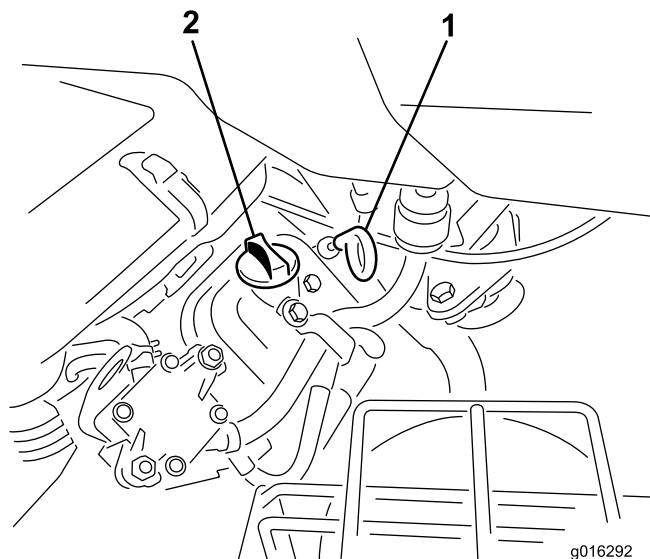

図 27
2. ディップスティックを抜き、ウェスで一度きれいに拭く。ディップスティックを、チューブの根元までもう一度しっかりと差し込む（図 27）。